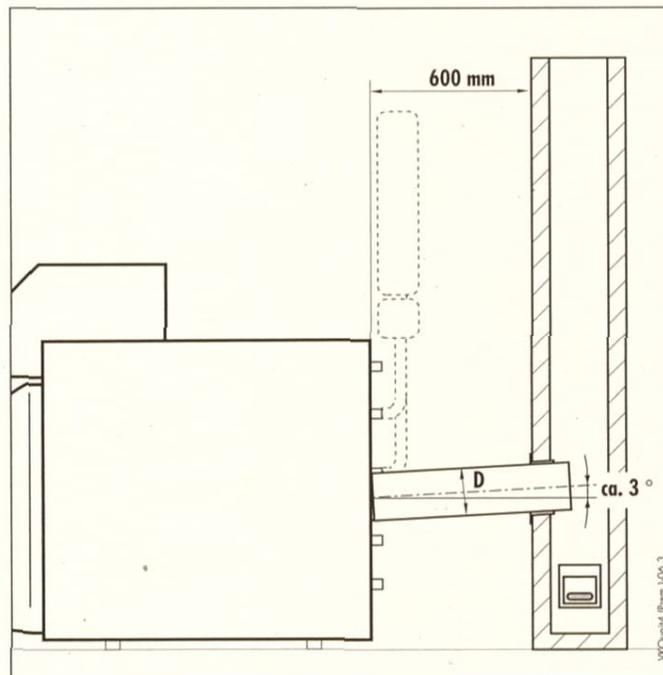

Abb. 5.2 Abgasanschluß
- Wärmedämmmatte (1) unter den Wärmetauscher legen.
- Enden der Wärmedämmmatte (1) nach oben führen. Achten Sie darauf, daß sich die Enden des Fliesstoffes überlappen.
- Enden der Wärmedämmmatte mit fünf Haken (2) befestigen.
- Vier Muttern der Brennraumbür abschrauben, Brennraumbür (4) öffnen und vordere Dämmstoffmatte (5) anbringen (Abb. 5.2).